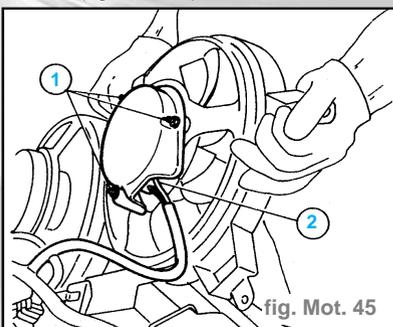

fig. Mot. 45
- Desserrer les vis (1) de fixation du pare-chaleur, soulever celui-ci, débrancher la connexion (2), répéter l'opération sur l'autre couvercle puis déposer le ventilateur (fig. Mot. 45).